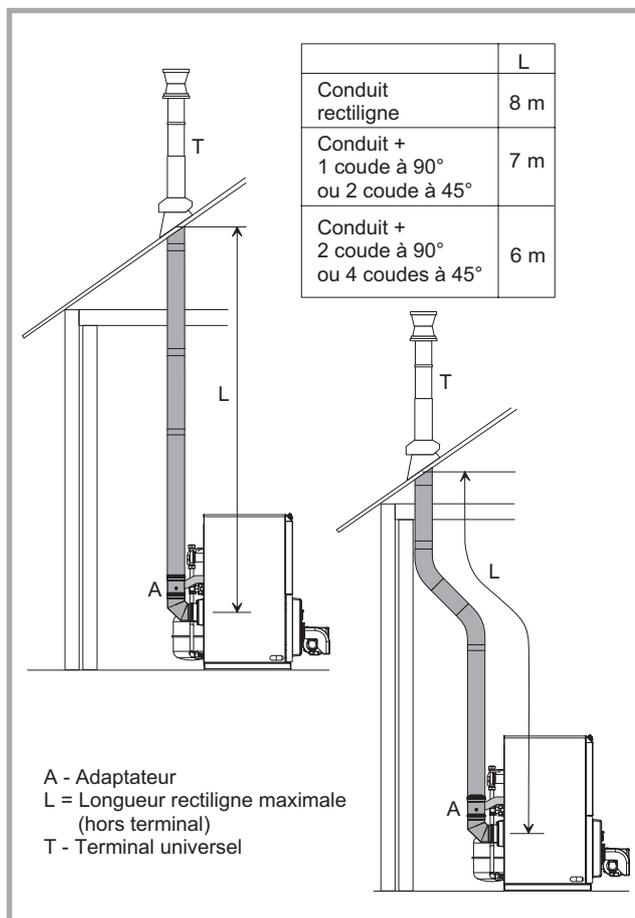

Figure 14 - Possibilités de raccordement, (type C33)
**Longueur rectiligne maximum autorisée = 8 m à partir l'adaptateur de la chaudière (hors terminal) (L, fig. 14)**